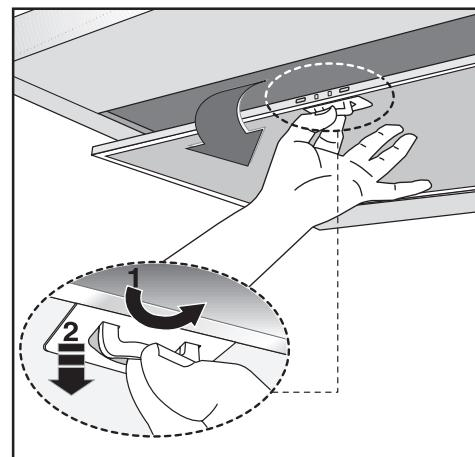

Fig.5
• La distanza minima fra la superficie di supporto dei recipienti di cottura sul dispositivo di cottura e la parte più bassa della cappa da cucina deve essere di almeno **65 cm**. Se dovesse essere usato un tubo di connessione composto di due o più parti, la parte superiore deve essere all'esterno di quella inferiore. Non collegare lo scarico della cappa ad un condotto in cui circola aria calda o utilizzato per evacuare fumi degli apparecchi alimentati da un'energia diversa da quella elettrica. Prima di procedere alle operazioni di montaggio, per una più facile manovrabilità dell'apparecchio disinserire i filtro/i antigraffio (Fig.5).